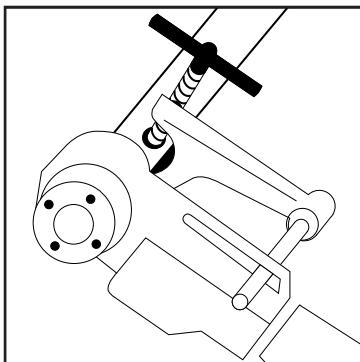

Рис. 3
5.3 Поместить резьбонарезную головку на одну сторону трубы, рис. 3, чтобы убедиться, что электрический клупп находится в правильной позиции на направляющей штанге струбцины. Убедитесь, что при нарезании резьбы резьбонарезная головка вращается по часовой стрелке (стрелки направления вращения обозначены на клуппе), для этого надо кратковременно включить клупп на холостых оборотах. Удерживая клупп одной рукой, поднести резьбонарезную головку ближе к трубе, включить устройство, слегка надавить на резьбонарезную головку другой рукой через прокладку (используя для этого кусок фанеры) пока не нарезается два-три витка.